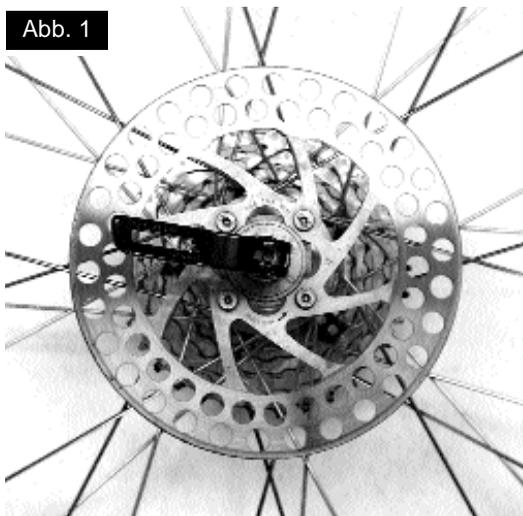

Abb. 1
1. Befestigen Sie die Bremscheibe mit den mitgelieferten M5 x 12 Schrauben. Wie in der Tabelle oben beschrieben, gehört die größere Scheibe an die Vorderradnabe. Die Größe der Scheibe ist in Millimetern auf jeder Scheibe eingepreßt. Ziehen Sie die Schrauben an der Scheibe mit 4,5–6 Nm (40–50 In-Lbs) fest. Stellen Sie sicher, dass die Scheibe so eingebaut ist, dass der ROTATION-Pfeil in die gleiche Richtung weist wie die Drehrichtung des Vorderrades (vgl. Abb. 1.).